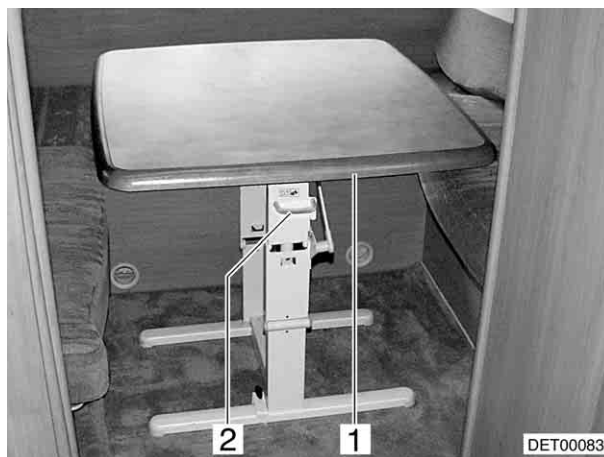

Fig. 33 Tavolo orientabile della dinette a U
- Spingere la maniglia (Fig. 33,2) verso l'alto.
- Ruotare il piano del tavolo (Fig. 33,1) formando un arco verso il basso finché la maniglia non si innesta.